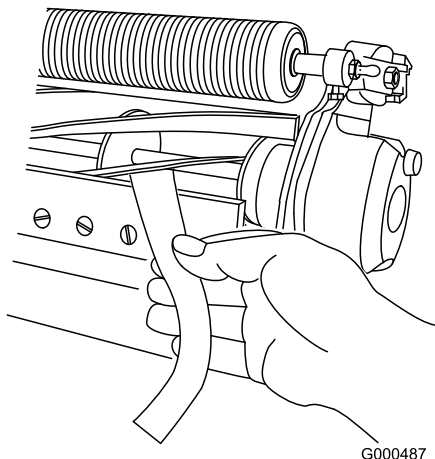

图5
- B. 在滚刀与底刀之间插入一长条剪切性能纸纸要与底刀垂直 图5 然后 **缓慢** 向前旋转滚刀此操作应能切断性能纸如果不能请重复步骤 **A** 和 **B** 直至切断为止。
11. 在滚刀与底刀之间插入一长条剪切性能纸纸要与底刀垂直 图5 然后缓慢向前旋转滚刀此操作应能切断性能纸如果不能将每个底刀架调节螺栓都顺时针旋转 1 格直至切断为止。